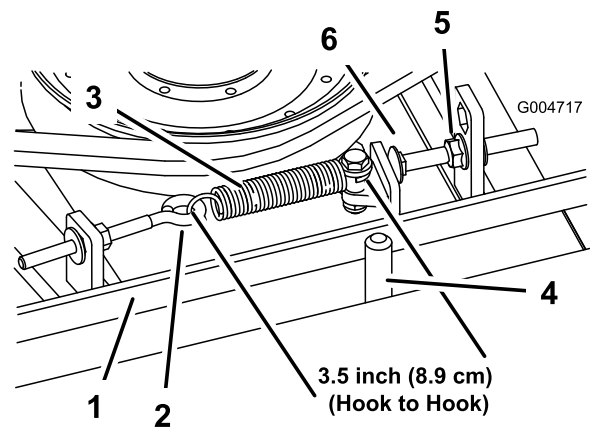

Figura 99
Quando a tensão estiver correta, a medida interior da mola de extensão (gancho a gancho) deverá ser de cerca de 8,3 cm a 9,5 cm. Logo que se obtenha a tensão correta da mola, ajuste o pino de fecho (parafuso da carroçaria) até haver uma folga aproximada de 2 a 5 mm entre a cabeça do parafuso e o braço intermédio (Figura 99).
Nota: Certifique-se de que correia está colocada no lado da mola do guia da correia (Figura 99).
2. Desaperte o parafuso com olhal permitindo a remoção da mola de extensão (Figura 99).
3. Desaperte a porca flangeada que prende o pino de fecho à patilha de montagem e afaste a polia intermédia da correia para libertar a tensão da correia (Figura 99).
9. Ligue a mola de extensão (Figura 99) ao parafuso de olhal e aplique a tensão na correia como se segue: